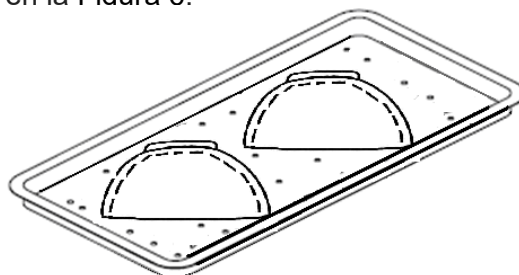

Figura 6
9. Recipientes redondos, bandejas, recipientes hondos, etc. deben estar con la abertura hacia abajo como se muestra en la Figura 6.